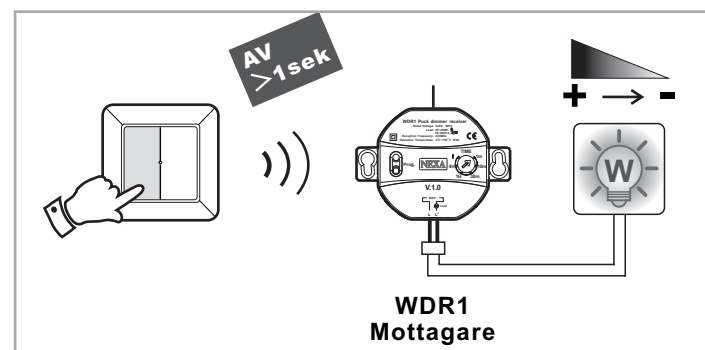

fig.14
- Genom längre tryck på vippans nedre del (>1sek) sänks belysningen mellan 100%-5% (se fig.14).